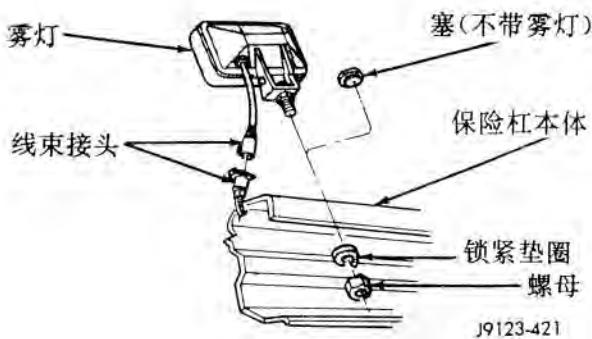

图 10 雾 灯
(12) 从保险杠本体上拆下雾灯 (图 10)。
(7) 将雾灯装到保险杠本体上 (图 10)。拧紧螺母。